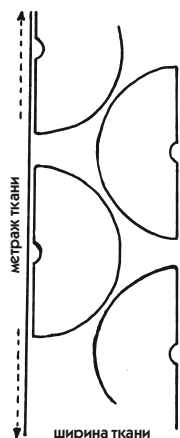

Рис. 279
- Расположите маленькие лекала между параллельными линиями, оставляя припуски на швы (рис. 279).